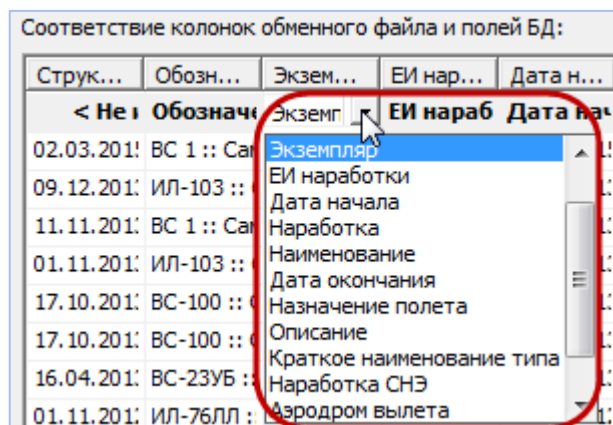

Рис. 13-245 – Установление вручную соответствия колонок в файле и полей БД
– В случае если соответствие между колонками в обменном файле и полями БД не удалось установить автоматически, задать его вручную. Для этого раскрыть список полей БД, нажав кнопку в правой части ячейки в строке «Поле БД», и выбрать нужное значение (рис. 13-245).